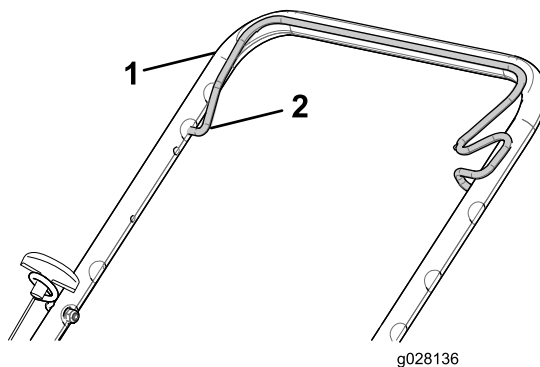

Figura 15
2. Sujete la barra de control de la cuchilla contra el manillar superior (Figura 15).